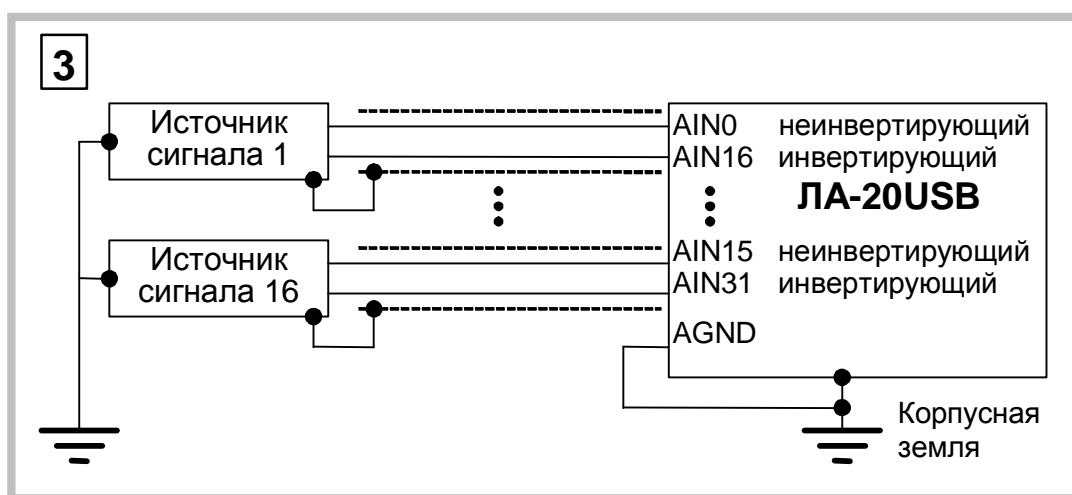

Рис. 7. 9
7.2.2.8.5 Четвёртый вариант включения (Рис. 7. 6) используется для удалённых однополюсных источников, не имеющих связи с корпусной землёй.